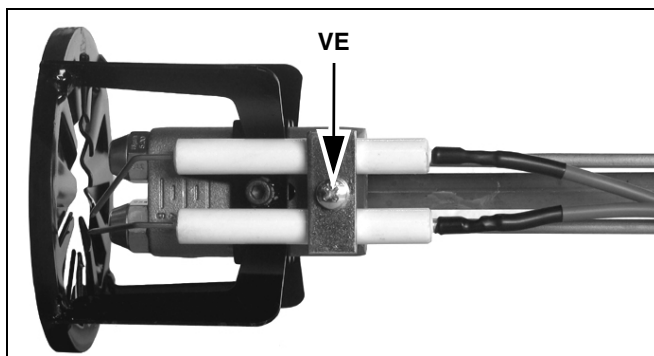
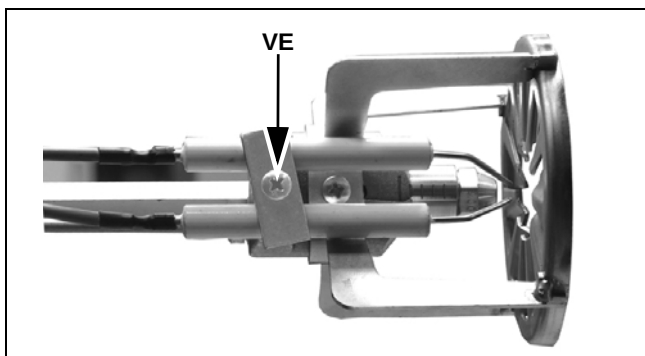

Fig. 47 - Arzator cu DOUA TREPTE
Fig. 48 - Arzator cu O TREAPTA
- Slabiti surubul **VE** si demontati electrozii de pe suport (Fig. 47 - Fig. 48).